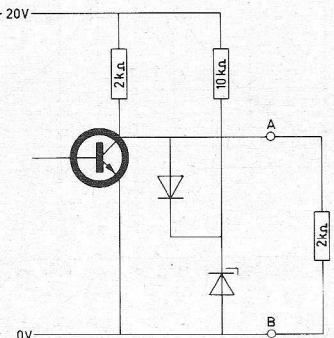

Fig. 10
③ In fig. 10 dient te worden aangenomen dat de transistor en de diode in stroomvoerende toestand ideale kortsluitingen zijn en in gesperde toestand ideale isolatoren. De spanning over de zenerdiode wordt op de waarde van 6 volt gestabiliseerd.